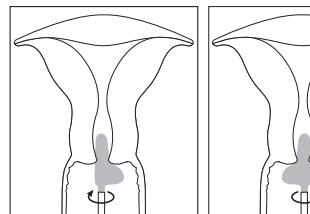

Fig. 2
4. En tenant l'écouillon dans cette position, le faire tourner 3 fois dans le sens des aiguilles d'une montre et 3 fois dans le sens inverse; s'assurer que le segment long du „L“ touche bien le canal cervical et que le segment court du „L“ tourne autour de l'endocol; voir la Fig. 2.